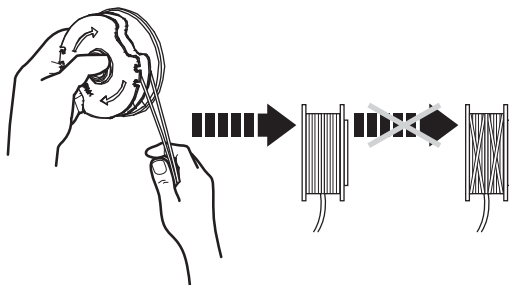

Fig. 28
7. Enrolle todos los hilos de corte firmemente alrededor del carrete de corte (12c) en la dirección de las flechas del carrete de corte (12c) (Fig. 28).